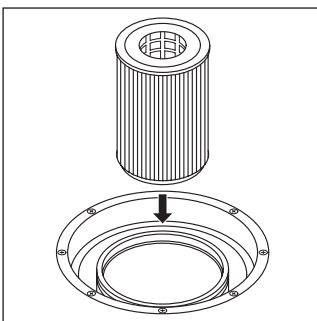

Abbildung 4
- > Entnehmen Sie die Austauschkartusche der Verpackung und setzen Sie diese in den Feinfilter (5). (Abbildung 4)
- > Schließen Sie den Feinfilter (5) wieder.